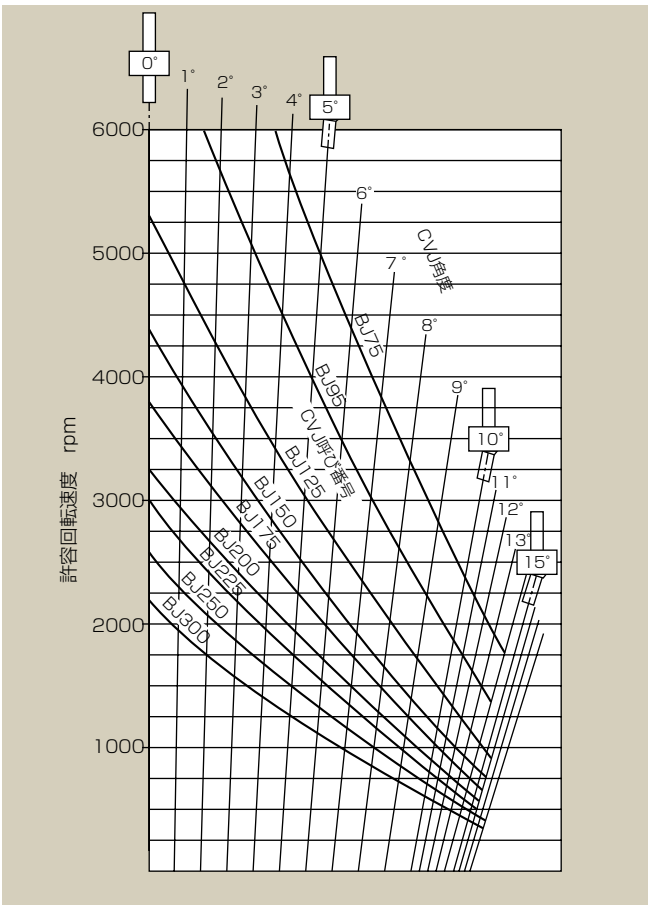

図9 CVJの角度と許容回転速度
1. ブーツの耐久性を考慮して図9に示す回転速度が角度限界内にあることを確認してください。